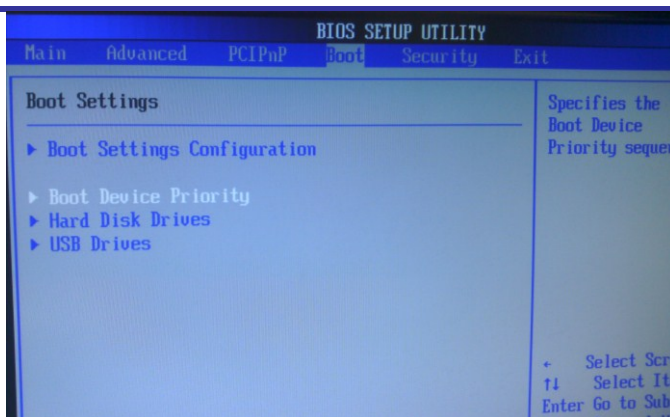

图 2-2 BIOS 设置 1
- 3) 在启动过程中按下 DEL 键进入 BIOS 设置界面（如图 2-2 所示），选择“Boot”，然后进入 Boot Device Priority 选项，按回车。